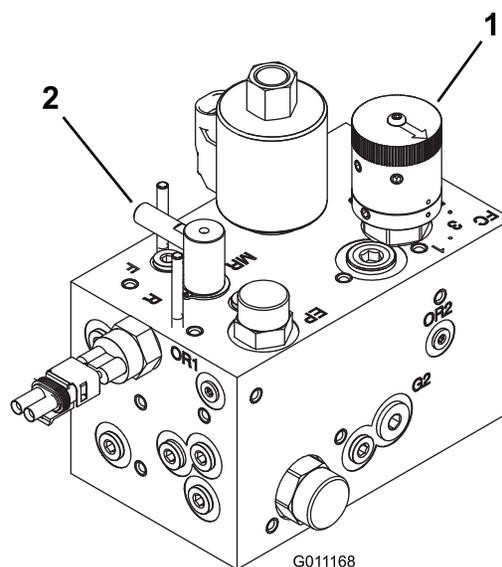

図 78
3. バックラップコントロールをバックラップ位置Rにセットする。リール速度コントロールを1にセットする 図 78。